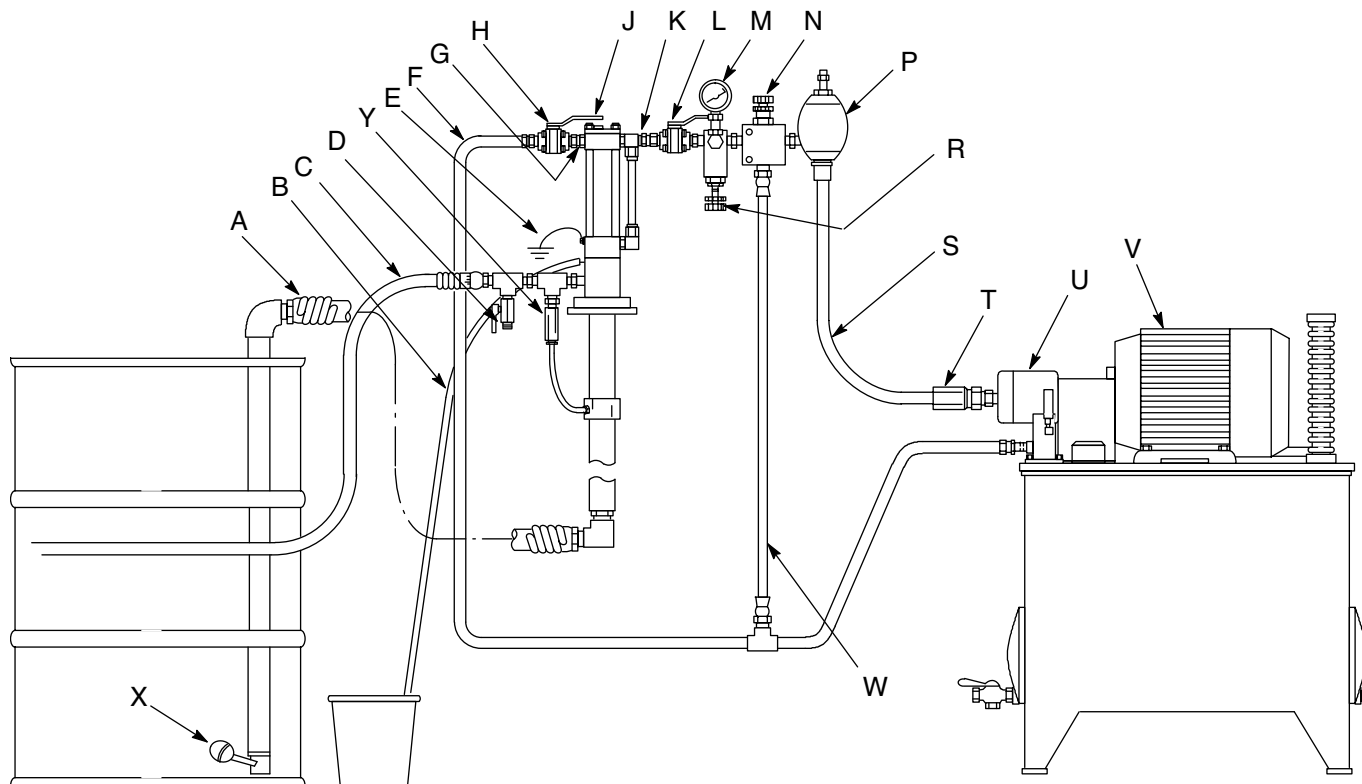

Рис. 2: Типовой монтаж
Представленную на Рис. 2 схему можно использовать для выбора и установки компонентов системы и аксессуаров; при этом некоторые из указанных деталей являются обязательными к применению. За помощь в проектировании системы в соответствии с имеющимися потребностями обращайтесь к местному дистрибьютору компании Graco.
См. Рис. 2 для ознакомления с деталями, указанными в следующих инструкциях.
2. Закройте отсечной клапан линии подачи (L, Рис. 2).
5. Закройте отсечной клапан обратной линии (H).